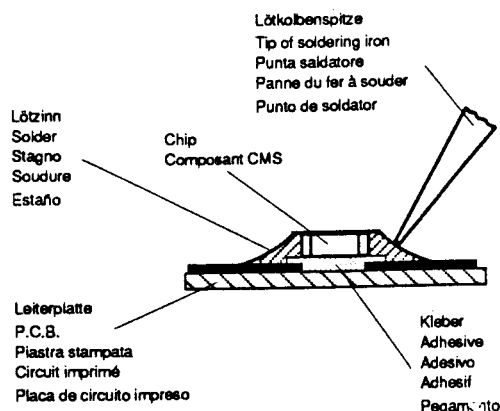

Fig. 1
1. Schritt: CHIP- Lötstelle mit Sauglitze absaugen (Fig. 1).
1. Aspirare i punti di saldatura del CHIP con una calza dissaldante (Fig. 1).
1. step: Clean the CHIP soldering point with a solder wick (Fig. 1).
1. Aspirer la soudure du composant CMS à la l'aide de la tresse à souder (Fig. 1).